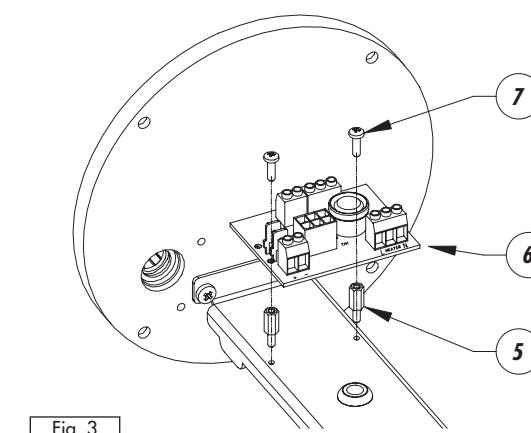

Fig. 3
- Montare (Fig. 3) il circuito d'appoggio (6) sulla slitta interna della custodia con i relativi distanziatori (5) e le viti di fissaggio (7).
- Monter (Fig. 3) le circuit de soutien (6) sur la glissière interne du caisson avec les entretoises correspondantes (5) et les vis de fixation (7).
- Assemble (Fig. 3) the support circuit (6) on the inner slide of the housing using the related spacers (5) and the fastening screws (7).
- Die Trägerschaltung (6) mit den zugehörigen Abstandsstücken (5) und Befestigungsschrauben (7) auf den internen Gehäuseschlitten montieren (Fig. 3).